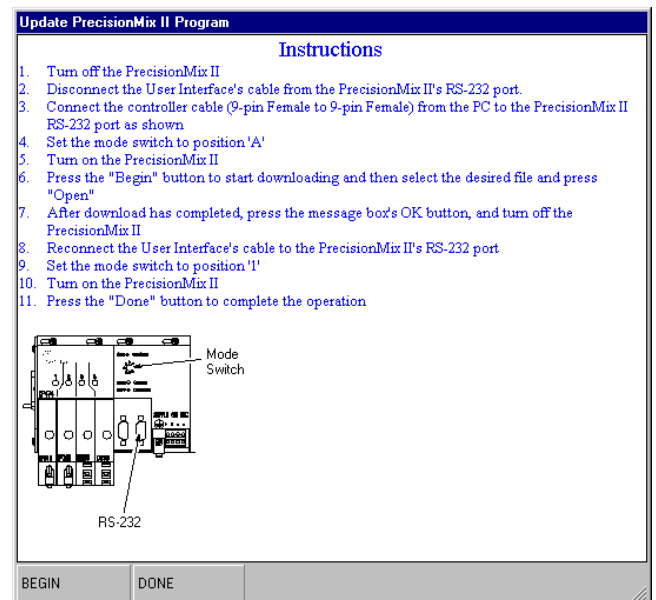

Fig. 13.30
2. Une fenêtre d'instructions de mise à jour du programme du PrecisionMix II apparaîtra. Voir Fig. 13.30.
- Appuyer sur le bouton DÉBUT dans la fenêtre d'instructions pour commencer la sauvegarde. Voir Fig. 13.30.